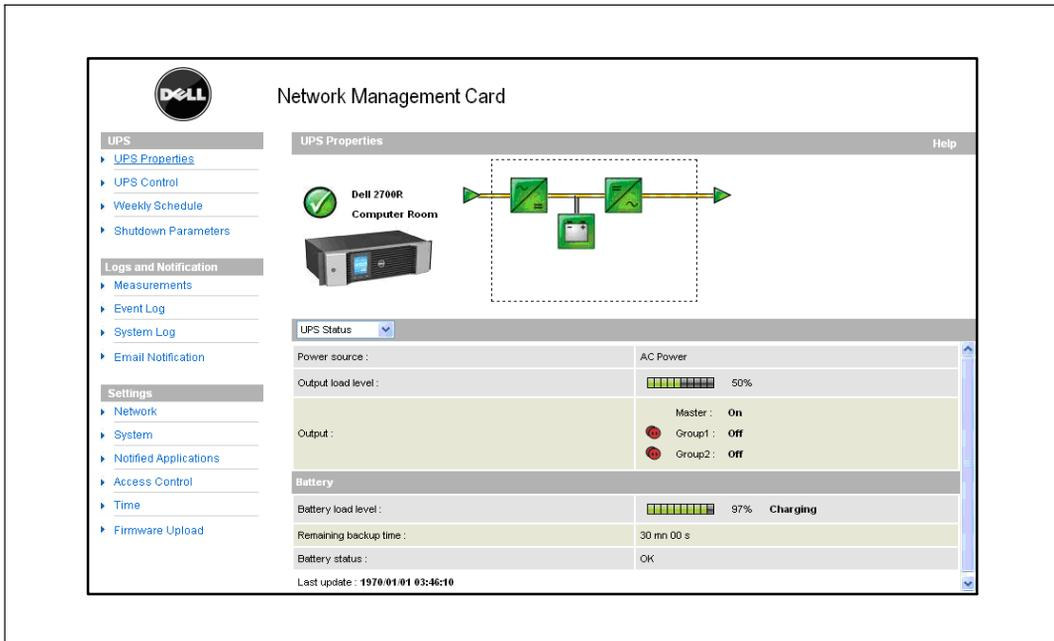

Figura 12. Página de inicio
- 2 Introduzca la **dirección IP** de la tarjeta en la barra de direcciones. Aparece la página de inicio (consulte la Figura 12).